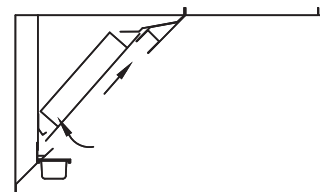

Fig. 23
1. Enfiler le rebord supérieur du filtre secondaire dans la goulotte de filtre arrière supérieure, comme sur la Fig. 23.